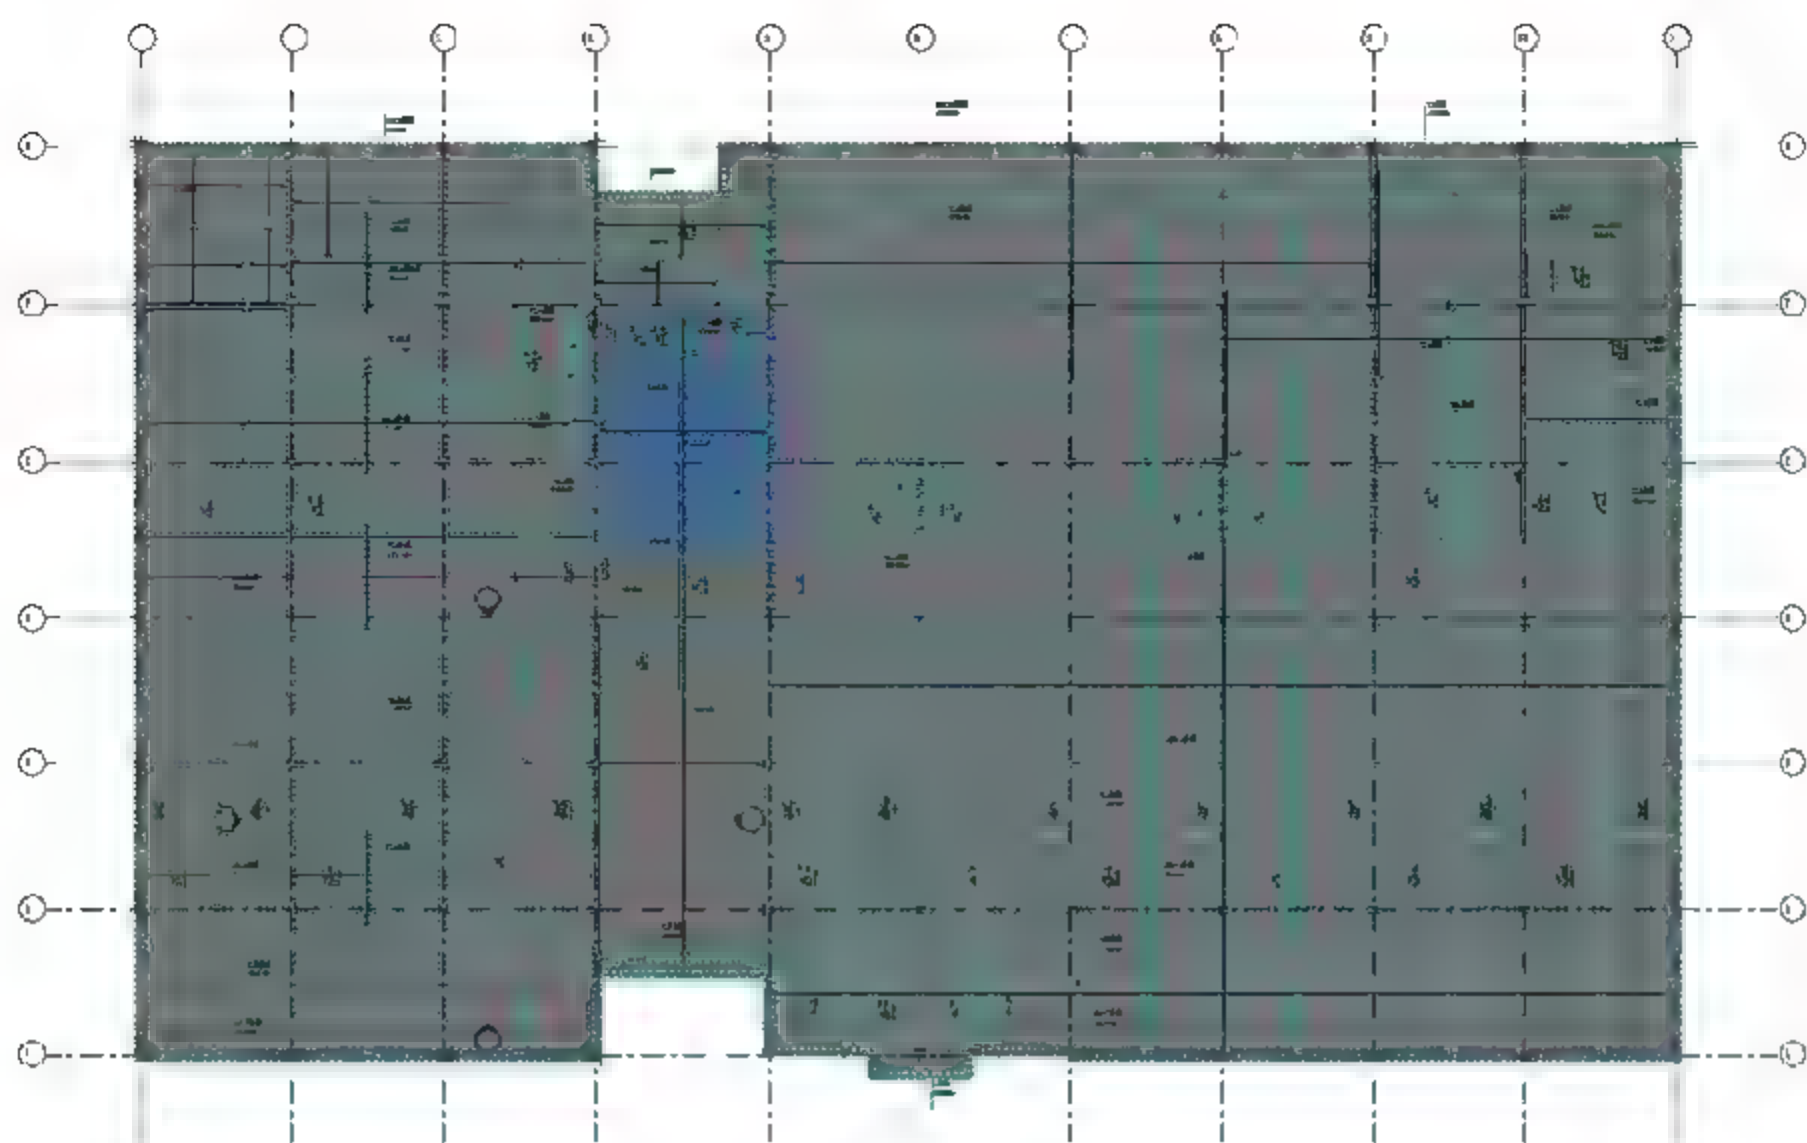
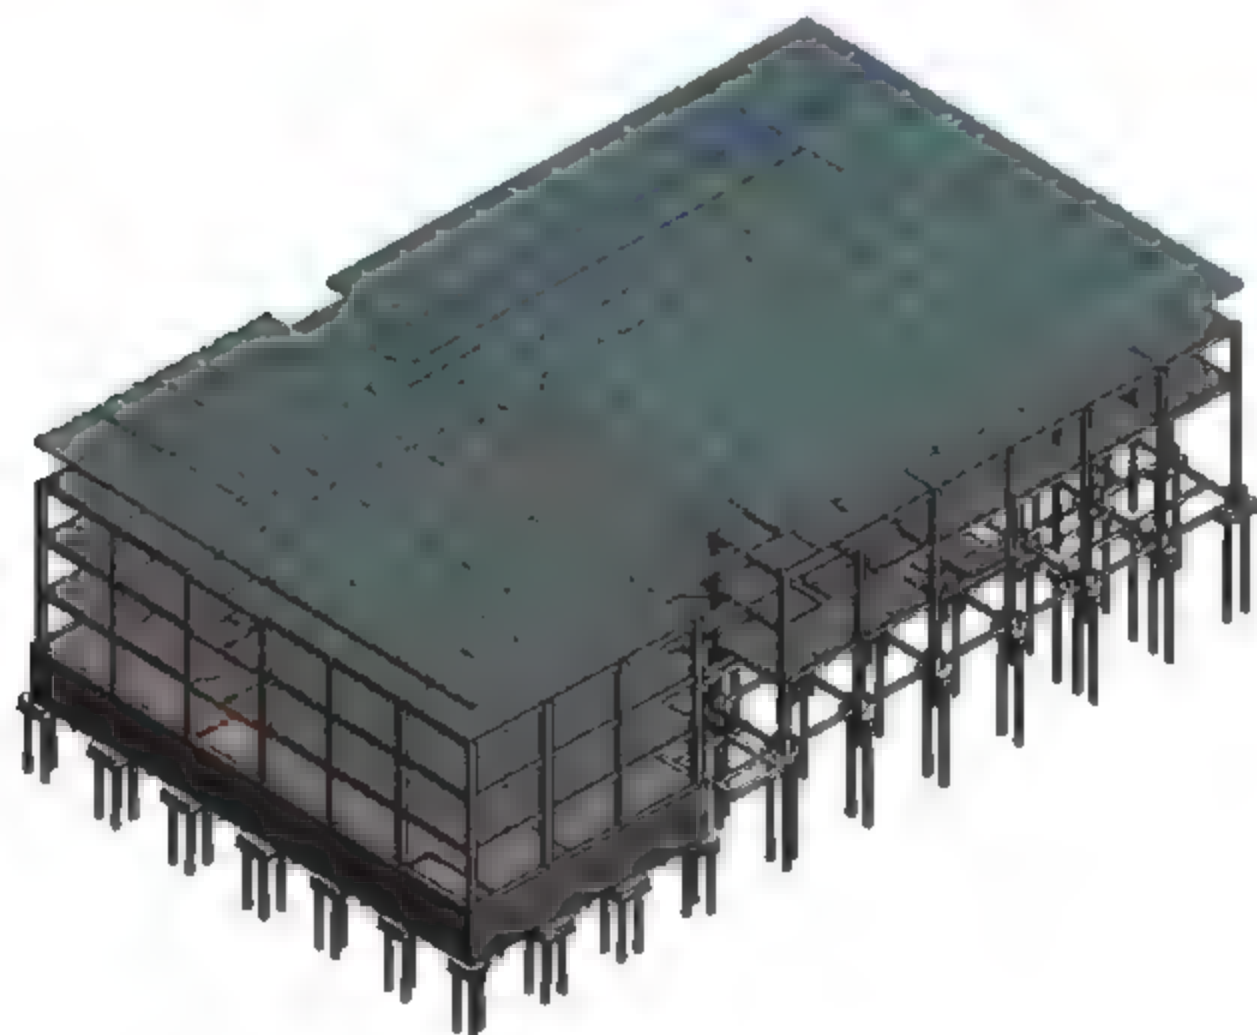

图 5.1.44 完整的屋面板平面图
图 5.1.45 屋面板 3D 图
(7) 结构: 4 层的屋面板绘制方法介绍完毕, 剩余屋面板按上述步骤即可完成。当结构: 4 层的屋面板绘制完成后, 保存项目, 平面图如图 5.1.44 所示, 3D 效果如图 5.1.45 所示, 读者可根据相同方法绘制完整的屋面板图。